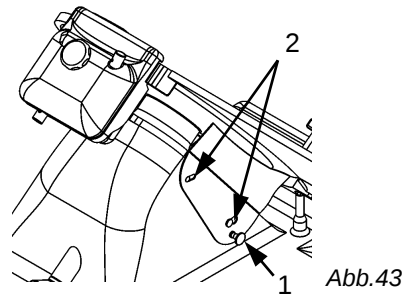

Abb.43
6.2.3 - Reinigung des Scheibenhalters (Abb.43)